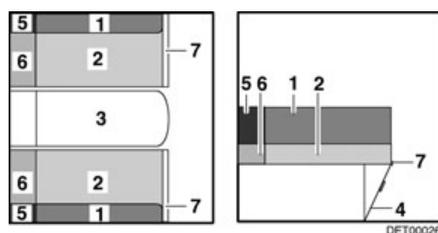

Fig. 95 Después de ampliar
- Abatir la prolongación del banco de asiento (Fig. 95,7) hacia arriba y colocar una cuña con la trampilla (Fig. 95,4).
- Sacar los cojines del respaldo (Fig. 95,1) y los cojines del asiento (Fig. 95,2) sobre la prolongación del banco de asiento.
- Colocar los cojines adicionales (Fig. 95,6) entre los cojines del asiento y la pared exterior.
- Colocar los cojines adicionales (Fig. 95,5) entre los cojines del respaldo y la pared exterior.